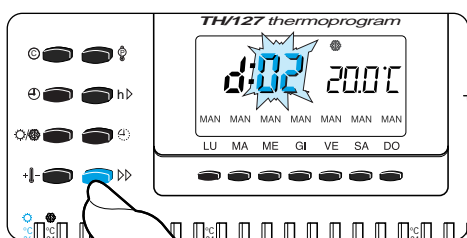

Fig. 30
9.6 - Premere il pulsante  (fig. 30) sino a che non si raggiunga il numero dei giorni desiderato da 1 a 99.